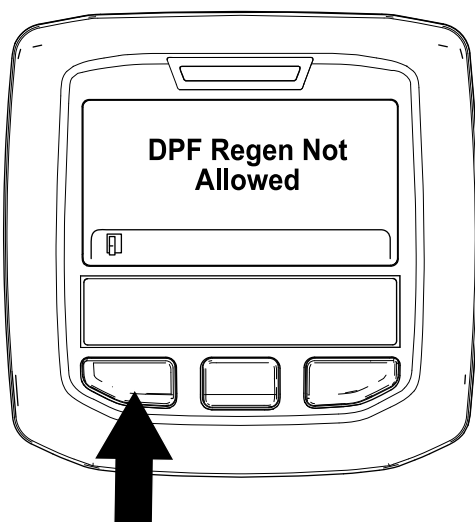

Figura 55
- Si el ordenador del motor no permite el proceso de regeneración, aparece el mensaje "DPF Regen Not Allowed" (Regeneración de DPF no permitida) en el InfoCenter (Figura 55). Pulse el botón de la izquierda para salir a la pantalla de inicio.